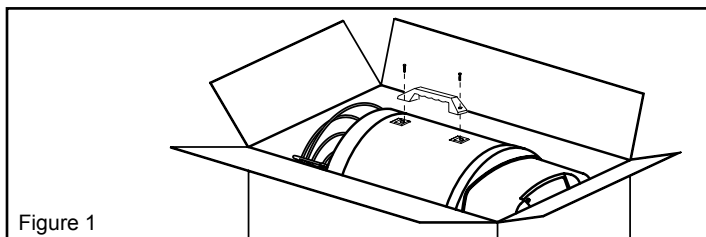

Figure 1
1. Fäst handtaget genom att bilda en linje med handtagets hål och hålen på luftvärmarens övre hölje (se fig. 1).
1. Fest håndtaket ved å rette inn hullene i hendelen med hullene i varmerens øvre deksel (se fig. 1)